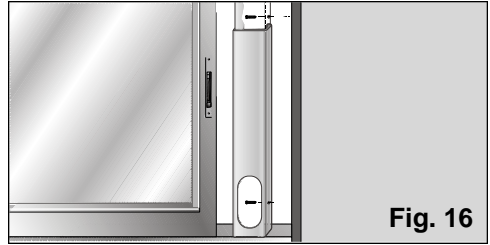

Fig. 16
- Til montering på vindu / balkongdør er denne utstyrt med to sidehull. Ved hjelp av to skruer (ikke inkludert i tilbehøret) kan brukeren feste delen i rammen eller i vegg uten fare for at den skal bevege seg eller falle ned fra holdet, **Fig. 16.**